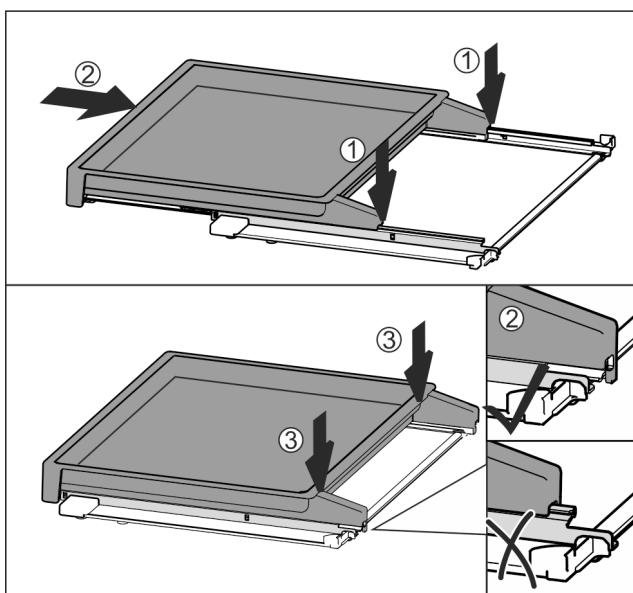

Fig. 79
- Așezați centrat pe şine Fig. 79 (1).
- Împingeți complet raftul extractibil în interior Fig. 79 (2).
- Apăsați pe partea din spate, până când acesta se cuplează cu un zgomot specific Fig. 79 (3).